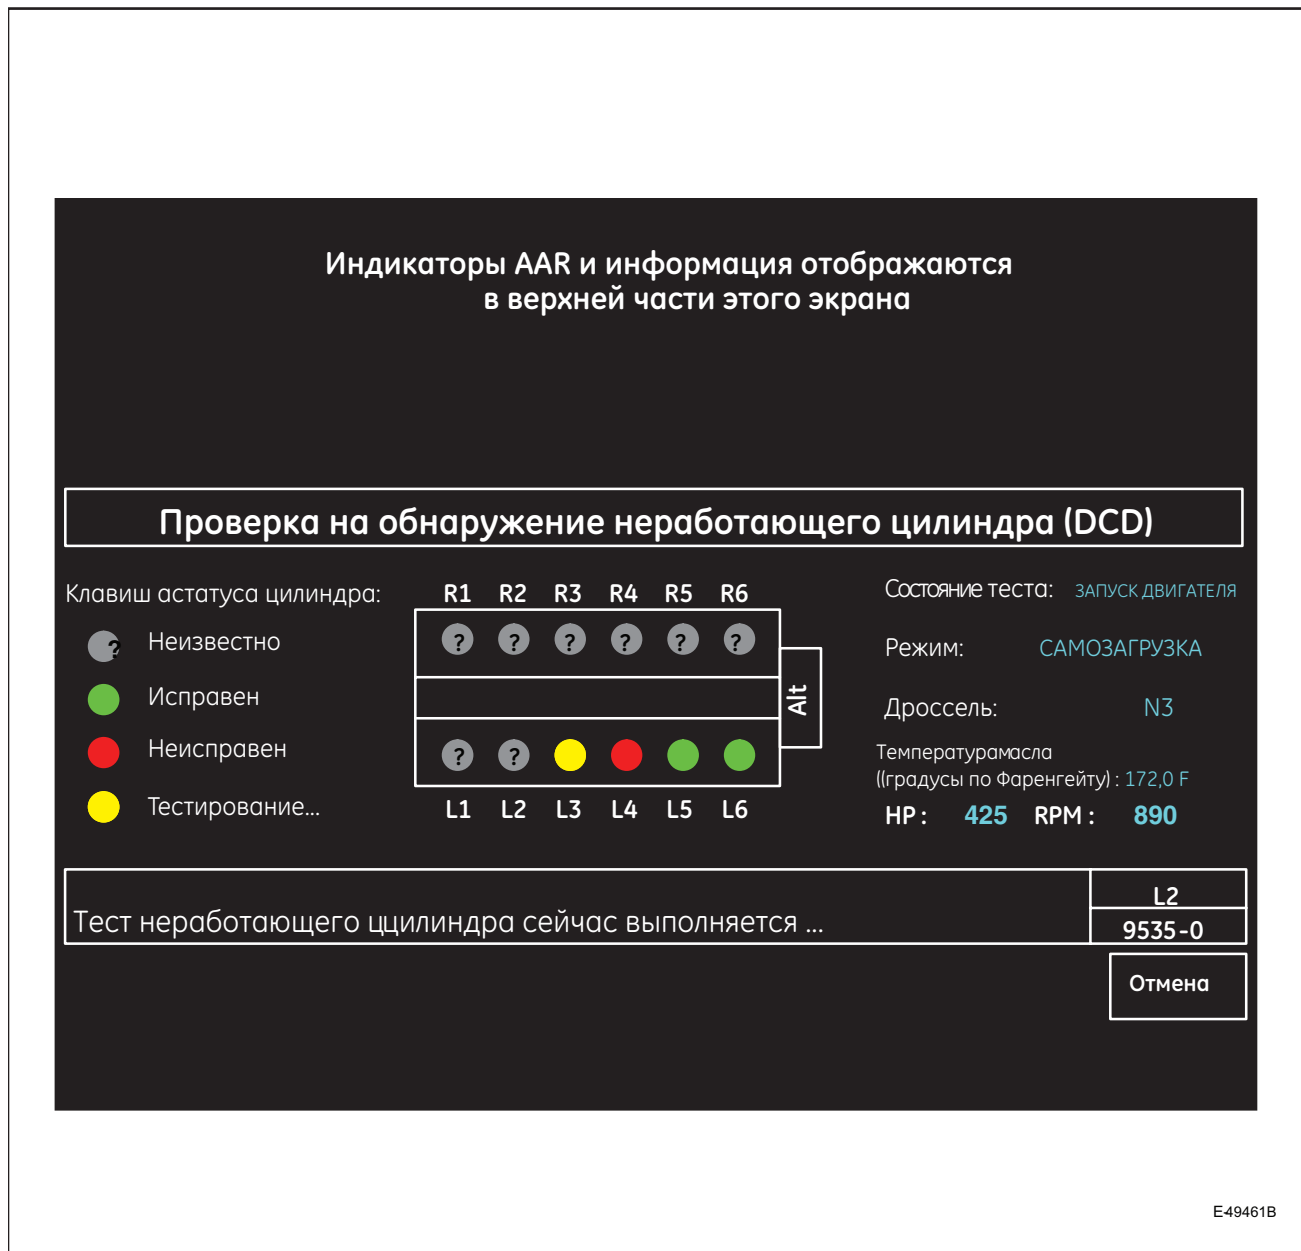

Рисунок 66. Типовой экран проверки наличия неработающих цилиндров (DCD) (9535-0)
- Нажмите сенсорную клавишу F2 (**Start Test**) (Начать проверку) - чтобы перейти к экрану проверки наличия неработающих цилиндров (DCD) (9535-0, Рисунок 66) и начать проверку. Эта клавиша будет доступна только в том случае, если все предварительные условия проверки были выполнены. На экране проверки DCD отображается ход проверки DCD и ее результаты по цилиндрам. Единственная доступная на этом экране сенсорная клавиша следующая: